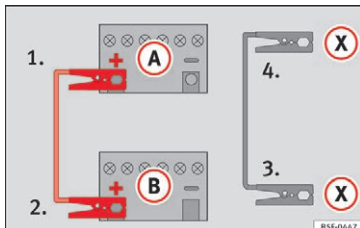

Fig. 69 Tilslutningsdiagram for biler med start-stop-system
- I biler med start-stop-system skal du tilslutte den ene ende af det sorte startkabel (X) til et egnet stel-punkt på karrosseriet, til en massiv metal-del, som er monteret på motorblokken, eller på selve motorblokken »» » **Fig. 69**.
5. I bilen med det afladede batteri skal du tilslutte den anden ende af det sorte startkabel (X) til en massiv metal-del, som er monteret på motorblokken, eller på selve motorblokken, men det skal være et sted, som er langt væk fra batteriet (A).